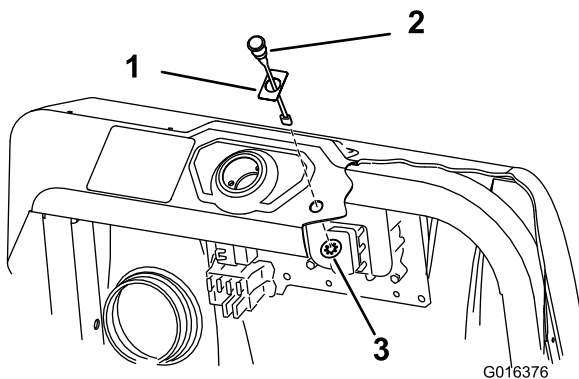

Figura 16
2. Instale el testigo en el salpicadero y sujételo desde debajo del salpicadero con la tuerca rápida (Figura 16).
1. Coloque la pegatina 94-8582 sobre el agujero del testigo en el salpicadero (Figura 16).